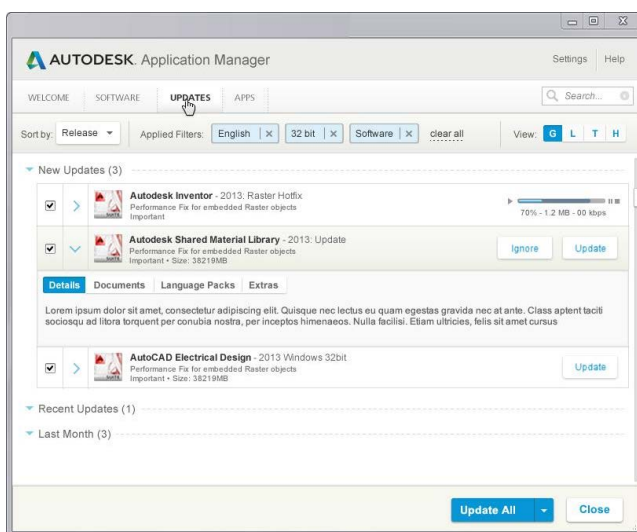

Рис. 9 Менеджер обновлений
- 3. Менеджер приложений (Application Manager) – единый инструмент обновления всех программ Autodesk Autodesk: загружается и автоматически устанавливается с AutoCAD 2015, информирует пользователей о новых функциях и расширениях продукта, легко устанавливает обновления, управляется из учетной записи на портале Autodesk. (Рис. 9)